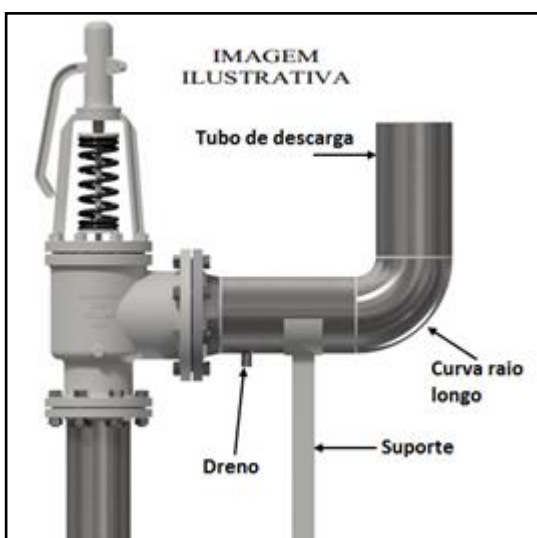

Figura 1
- 2- Na instalação deve ser observado o alinhamento, suporte adequado da tubulação e paralelismo entre os flanges para não danificar a válvula. Conforme figura 1.